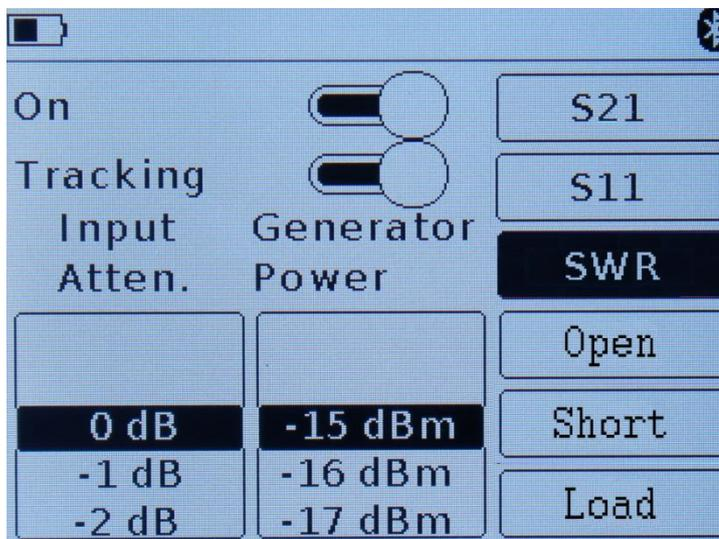

Рисунок 21 – Включение режима SWR.
7.8.1. Для измерения коэффициента стоячей волны, необходимо выбрать режим **SWR** (Рисунок 21).